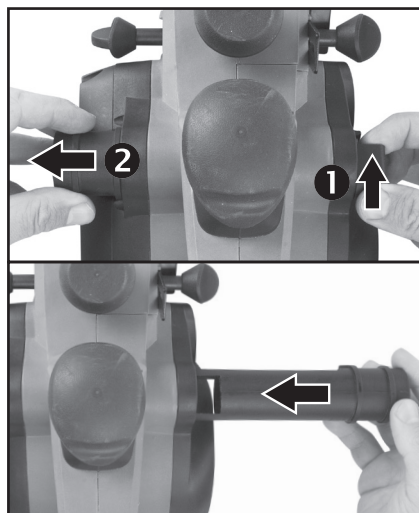

Abb. 3, Umlegen der Mündung des Staub- und Hobelspäne-Austritts
- Um die Mündung des Austritts auf die andere Seite zu verlegen, drücken Sie die Sicherung am Einsatz, entnehmen Sie dann den Einsatz und setzen ihn so wieder ein, dass sich die Mündung auf der entgegengesetzten Seite befindet, siehe Abb. 3. Überzeugen Sie sich, dass es nach dem Einlegen des Einsatzes des Austritts zum Einrasten der Sicherung an ihrem Ende kam.